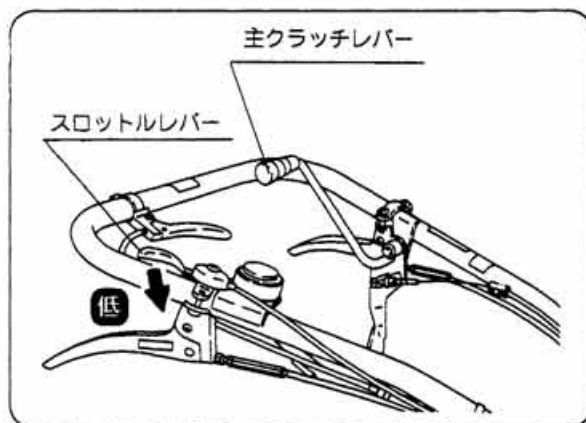

図18
②低速から高速に切替操作は主クラッチを一旦切ってからおこなってください。（図18）